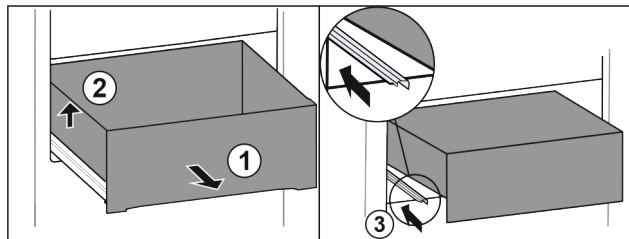

Fig. 12
- ▶ Lade tot de aanslag eruit trekken. Fig. 12 (1)
- ▶ Lade links optillen. Fig. 12 (2)
- ▶ Linker rail erin schuiven. Fig. 12 (3)